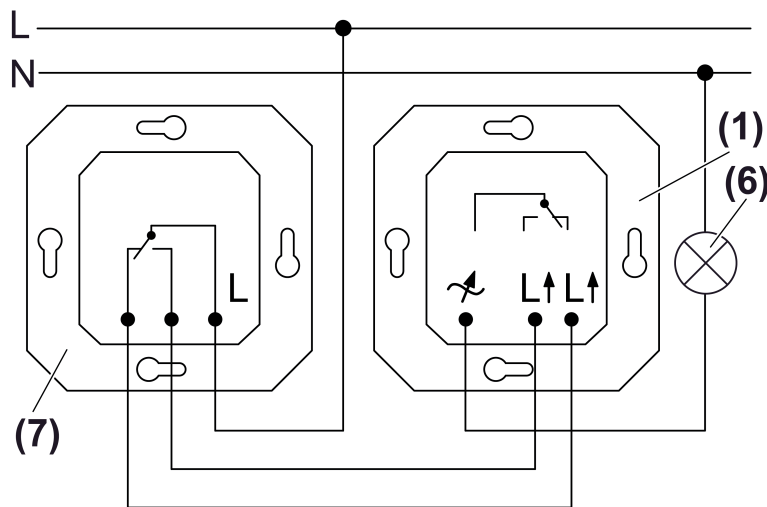

Bild 3: Wechselschaltung
- Steuerg r t (1), Wechselschalter (7) und Lampe (6) gem   Anschlussplan anschlie en (Bild 3).